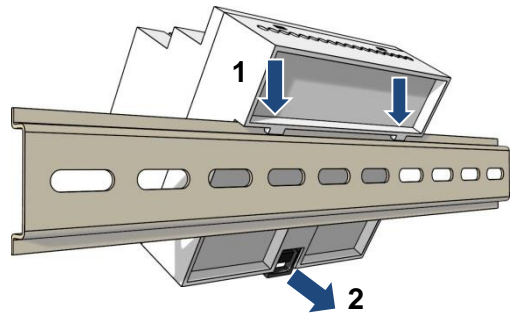

Abb. 2: Aufsetzen auf die Hutschiene
- ▶ Setzen Sie das Versorgungs- und Steuergerät auf die Hutschiene (1) auf.
- ▶ Rasten Sie das Versorgungs- und Steuergerät mit leichtem Druck ein (2).
- ▶ Prüfen Sie, ob die Verriegelung sicher eingerastet ist (Abb. 2).